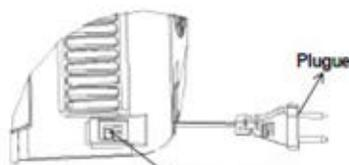

Figura 7
6. Aperte o Botão Liga/Desliga para a posição "I" para ligar a Choqueira. (Na posição "0", a Choqueira está desligada) (Figura 7).